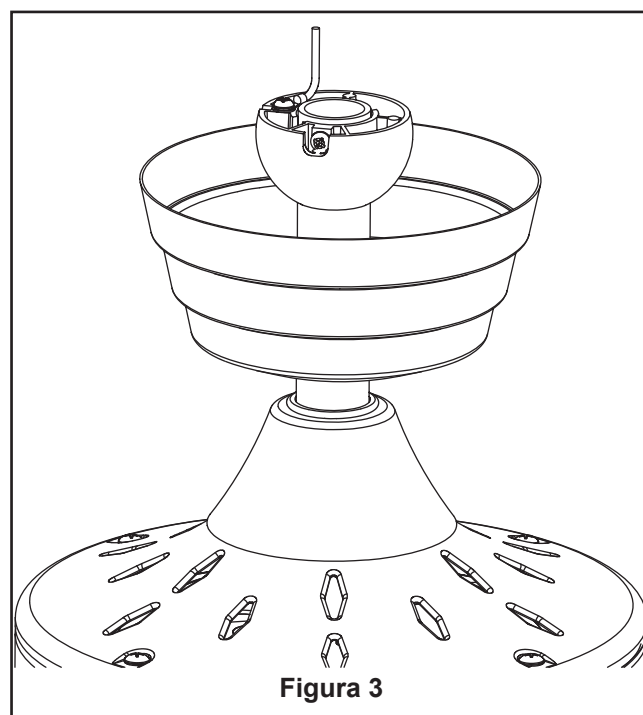

Figura 3
- 4. Pase los cables a través de la cubierta de unión del motor y el capuchón del ventilador como se muestra, con el lado abierto apuntando hacia arriba. (Figura 3)